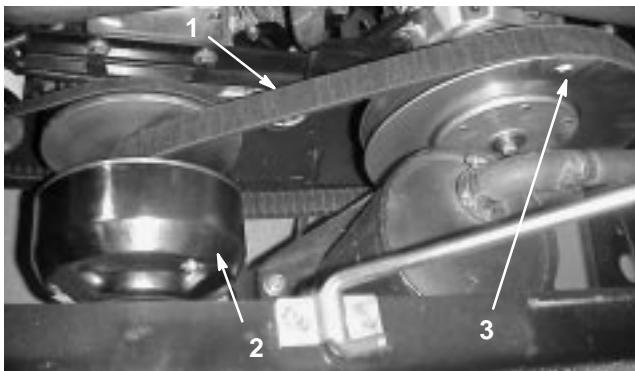

Bild 37
3. Drehen und kontrollieren Sie den Riemen (Bild 37) auf überdurchschnittliche Abnutzung und Schäden. Tauschen Sie den Riemen bei Bedarf aus.
1. Drehen Sie den Riemen und verlegen ihn über die sekundäre Kupplung (Bild 37).
2. Entfernen Sie den Riemen von der Hauptkupplung (Bild 37).